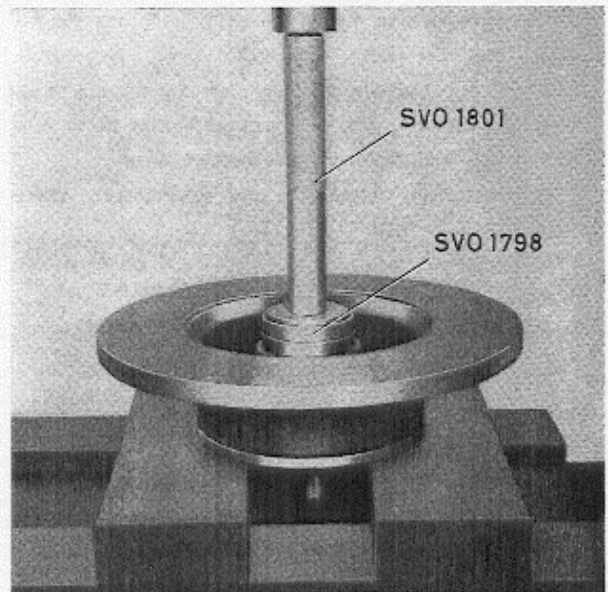

Abb. 19 Einbau von Dichtungsring
7. Das innere Lager in der Nabe anbringen. Dichtungsring mit Dorn SVO 1798 sowie Standarderschaft SVO 1801 einpressen, Abb. 19.